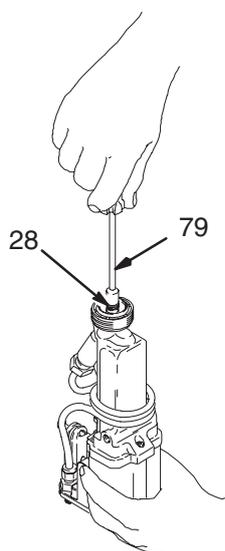

Abb. 23
3. Materialpackungsnadelsatz (28) mit dem 9 mm Sechskant-Steckschlüssel (79) ausbauen. Siehe Abb. 23.